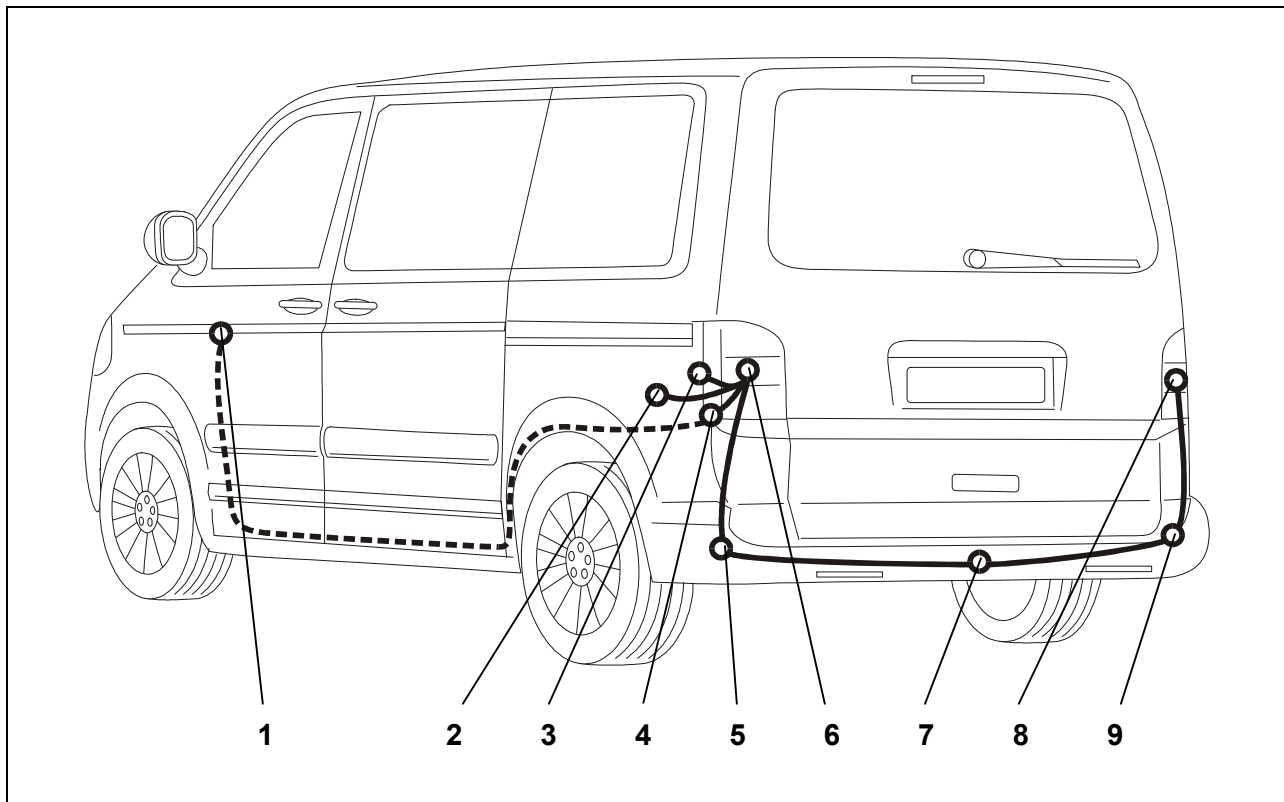

Fig. 1: Schema di montaggio
3. Premere verso l'interno il passante ovale con il fascio di cavi sul fanale posteriore sinistro (fig. 1/6).
4. Togliere il tappo del foro di passaggio cavi (fig. 1/5).
5. Infilare un filo metallico rigido attraverso il passaggio cavi inferiore (fig. 1/5) verso il passaggio cavi superiore per il fanale posteriore (fig. 1/6) facendolo fuoriuscire dal passaggio cavi superiore.
7. Tirare il terminale del fascio di cavi attraverso i passaggi dei cavi verso il basso fino alla lamiera portapresa (fig. 1/7).
12. Collegare i rimanenti cavi al corpo della presa (fig. 1/7) come da *schema occupazione presa* ed avvicinare la guarnizione di gomma alla presa.
13. Fissare la presa al supporto (fig. 1/7) mediante le viti fornite in dotazione.